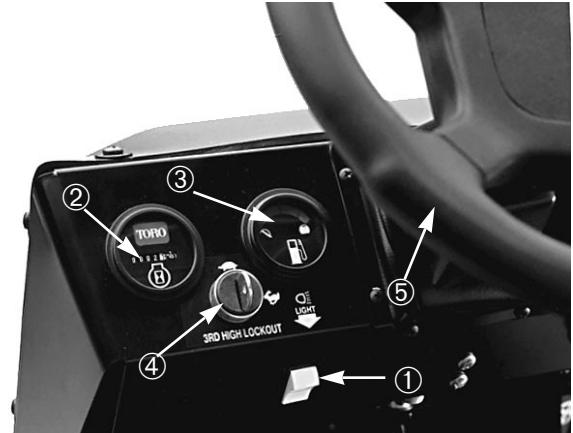

Fig. 8
**Contaore** (Fig. 8)—Indica il totale delle ore di funzionamento della macchina. Il contaore scatta ogniqualvolta si giri la chiave in posizione “ON”.
**Interruttore dei fari** (Fig. 8)—Serve ad accendere e spegnere i fari; premere per accenderli (ON).
**Indicatore del carburante** (Fig. 8)—Indica il quantitativo di combustibile nel serbatoio. Funziona solo quando l'interruttore di accensione è in posizione “ON”.
**Interruttore di blocco del 3° livello** (Fig. 8)—Spostare in posizione ‘lento’ e togliere la chiave per impedire l'uso della terza velocità nell'ambito della gamma superiore. Il motore si spegne se si ingranà la terza quando si è nella gamma superiore. Inserire la chiave con la dentellatura in basso, e spingerla per girarla. La chiave viene tolta in entrambe le posizioni.
**Volante** (Fig. 8)—Per guidare il veicolo. Se il motore si inceppa o il servosterzo non funziona a causa di un guas-